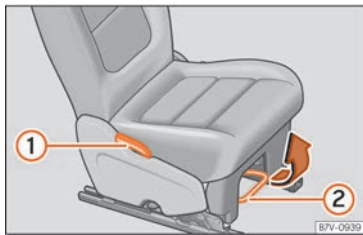

Abb. 130 Rücksitze einstellen.
- Den Hebel ziehen und Sitzlehne in die gewünschte Position bringen »» Abb. 130 ① »» ❶. Die Sitzlehne muss nach dem Loslassen des Hebels einrasten!